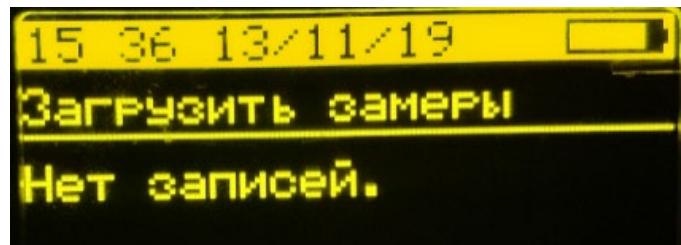

Рисунок 17. Пункт меню «Считать замеры». На данном примере замеры отсутствуют.
7.3.2. Пункт меню «Считать замеры» позволяет загрузить и просмотреть замеры с ЛС. При наличии замеров они отобразятся после строки «Загрузить замеры» (Рисунок 17).